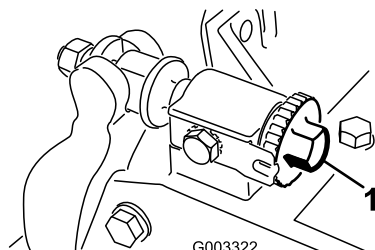
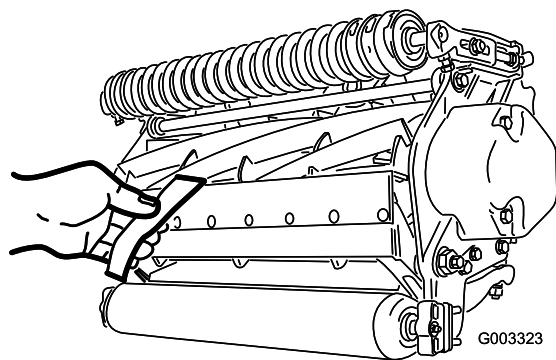

図 12
図 13
1. ユニットを水平で平らな作業台の上に置く。ベッド・バー調整ネジ（図 12）を左に回して、リールと下刃の接触を完全になくす。
重要 ユニット左右についているベッドバー調整ネジのナットが床に当たっていないことを確認する（図 12）。
3. リール前面の左右いずれかの端を選び、リールと下刃の間に新聞紙片を差し入れる（図 13）。リールをゆっくり前回転させながら下刃調整ネジ（図 12）を締め（新聞紙を入れた側の調整ネジを、1 目盛りずつゆっくりと）、新聞紙を前から（ベッドナイフの上面に平行に）入れると軽く挟まれる程度に調整する。新聞紙を引き抜くのに軽い力が必要な程度でよい。
5. 両側の調整ができれば最終確認を行う：紙片をリールの前から差し込んだ時にははさむだけ、下から差し込むと切れるのが正しい調整である（図 13）。リールと下刃のごくわずかの接触で紙が切れなければいけない。接触を強くしないと切れない（リールが新聞紙を強く挟み込まないと切れない）場合には、鋭利な刃先を取り戻して精密なカットができるようにバックラップか研磨を行うことが必要である（Toro リール・モアとロータリー・モアのための研磨マニュアル Form No. 80-300PT を参照）。